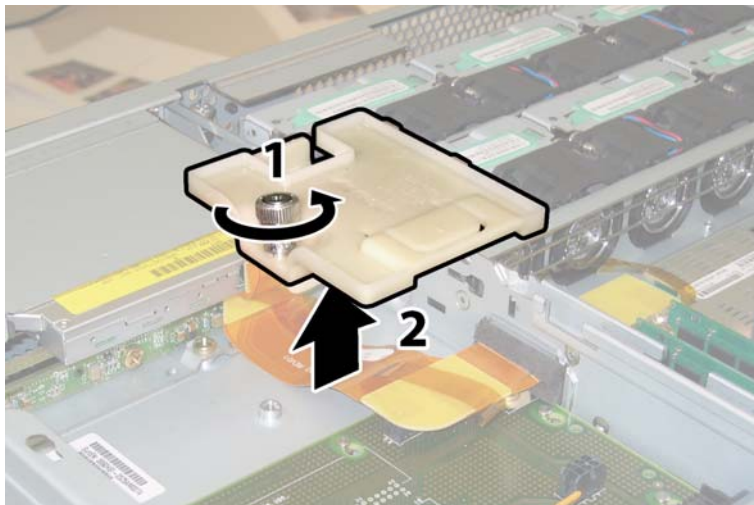

ABBILDUNG 3-49 Entfernen des Flex-Kabelhalters
- 11. Lösen Sie die federgespannte Befestigungsschraube des Flex-Kabelhalters, und entfernen Sie den Kabelhalter aus dem Gehäuse. Siehe ABBILDUNG 3-49.**